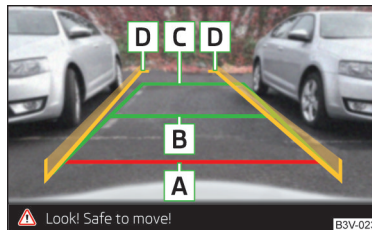

Abb. 168
**Displayanzeige** » Abb. 168
Die Fahrbahnlinien **D** » Abb. 168 verändern sich in Abhängigkeit vom Lenkeinschlag und zeigen die Fahrbahn an, auf der das Fahrzeug mit der aktuellen Lenkradstellung fahren würde. Die Fahrbahnlinien enden etwa 300 cm hinter dem Fahrzeug.
Im Display werden Orientierungslinien angezeigt » **Abb. 168 auf Seite 150.**